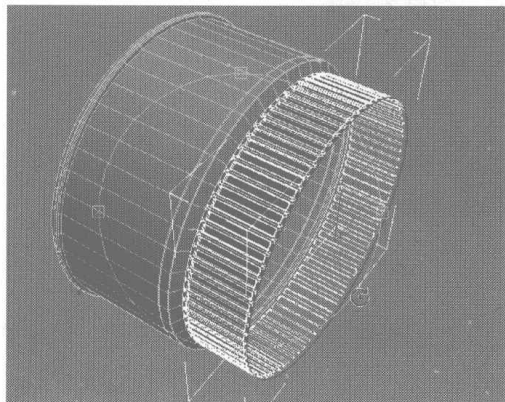
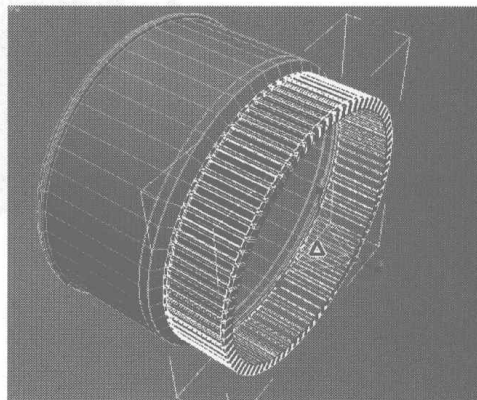
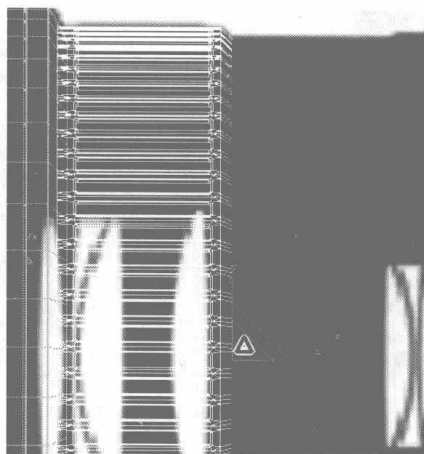

图 6.408
图 6.409
图 6.410
- 35** 单击 按钮，切换为曲线编辑，选择如图 6.408 所示的曲线，用缩放工具将曲边进行适当的缩放，如图 6.409 所示。再在 Front 视图将两侧的边线沿 X 轴向外少许移动、拉伸，并再用缩放工具进行缩放，如图 6.410 所示。